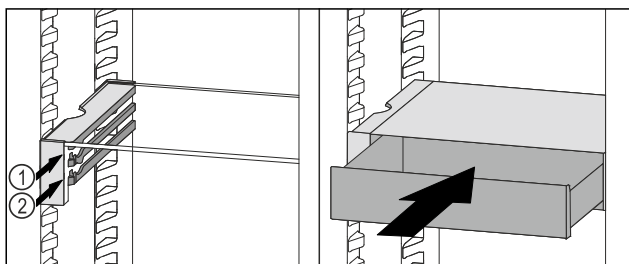

Fig. 124
- Vendosni sirtarin VarioSafe prapa ndaluesve në brinjën që dëshironi *Fig. 124 (1)* ose *Fig. 124 (2)*.